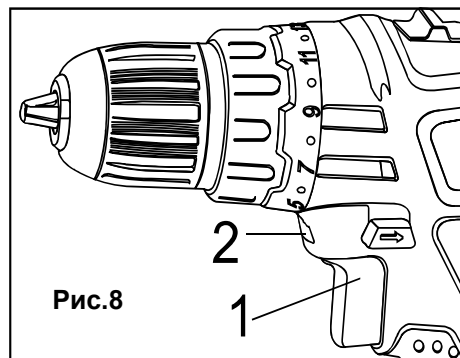

Рис.8
Встроенный фонарь (2) включается автоматически при нажатии кнопки включения (1) (рис.8) и автоматически выключается при ее отпуске.